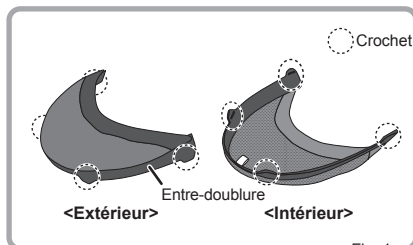

Fig. 1
1. Reportez-vous à la Fig.1 pour identifier l'extérieur et l'intérieur du coupe-vent.